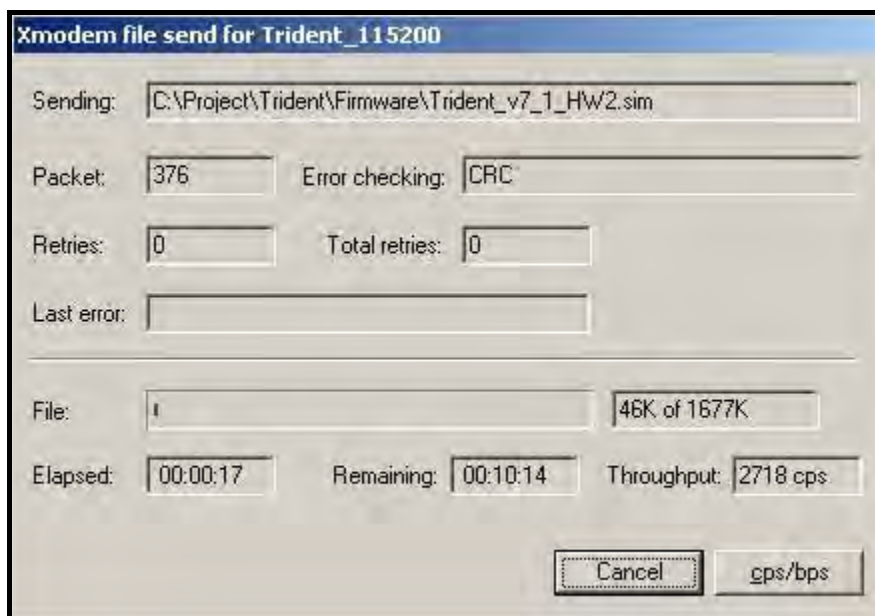
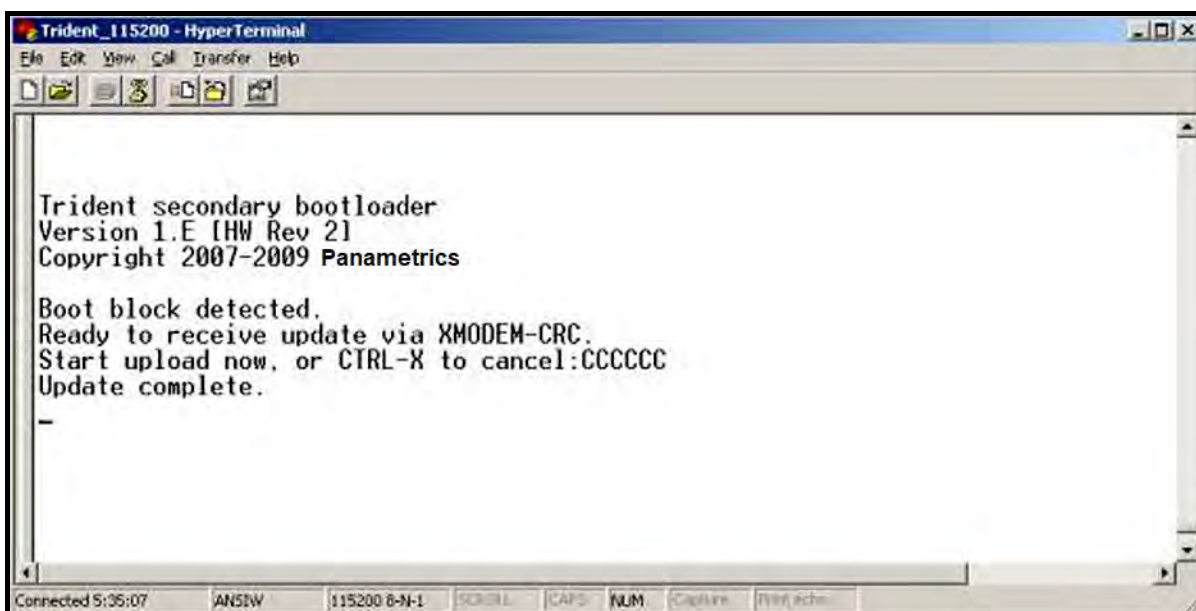

Figura 225: Ventana de estado de la transferencia del Sentinel LCT
Figura 226: Ventana de estado de la transferencia del PC
- En Hyperterminal, seleccione *Transferir* y, a continuación, *Enviar archivo*. (El protocolo debe ser Xmodem.) Utilice *Examinar* para localizar el archivo, que tendrá la extensión .sim. Haga doble clic en el archivo y haga clic en el botón *Enviar*. Las pantallas del **Sentinel LCT** (Figura 225) y de Hyperterminal (Figura 226) deben mostrar el estado de la transferencia.